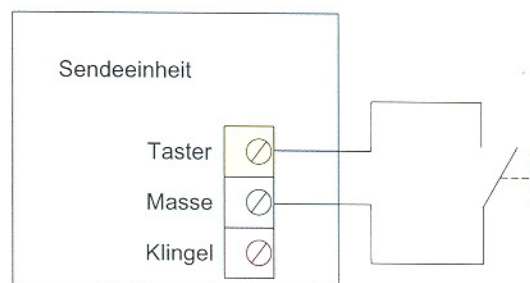

Bild 2: Anschluß eines externen Tasters
2. Anschluß eines externen Tasters (Schließer) wie in Abbildung 2 dargestellt.